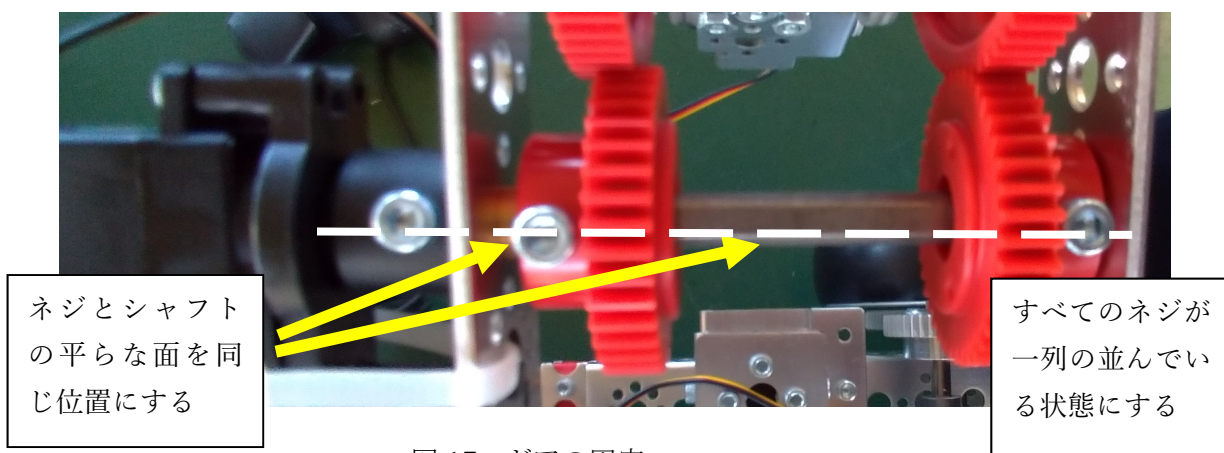

図 17 ギアの固定
(3)アームの可動域を確認後、問題なければギアを固定する。ギアを固定する場合は図 17 のようにシャフトの平らな面がギアのネジと同じ位置に来るようにしてからネジを締める。